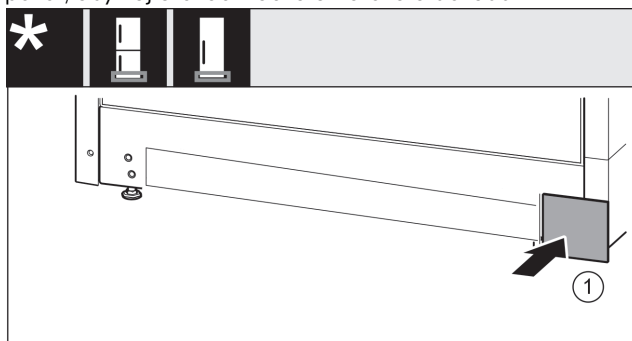

Fig. 16
- Kryt Fig. 16 (1) opět nasaďte na druhé straně.